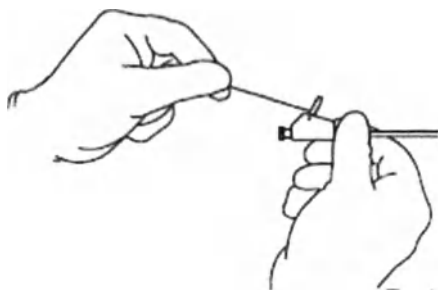

Рис. 1
- a. стабилизируйте втулку катетера Mac-Loc в сборке одной рукой и потяните назад за шнур, чтобы сформировать дистальную петлю на катетере. (Рис. 1)